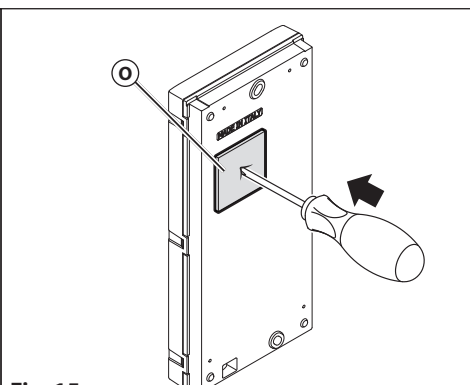

Fig. 15
2. Con un cacciavite praticare un foro al centro della guarnizione (O) del foro passaggio cavi posizionata sul lato posteriore (Fig. 15).
3. Passare i cavi attraverso il foro (O) e segnare i fori di fissaggio (P), praticare i fori e fissare il dispositivo con i tasselli in dotazione